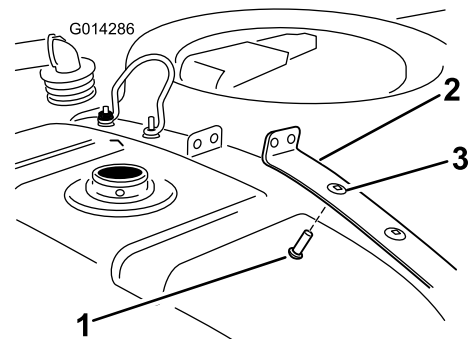

Bild 8
9. Stellen Sie sicher, dass sich Bolzen an den linken und rechten hinteren Behälterriemen befinden. Wenn keine Bolzen vorhanden sind, stecken Sie ein Schlossschraube durch jedes interne Loch (Gewinde nach oben) an den linken und rechten hinteren Behälterriemen (Bild 8).